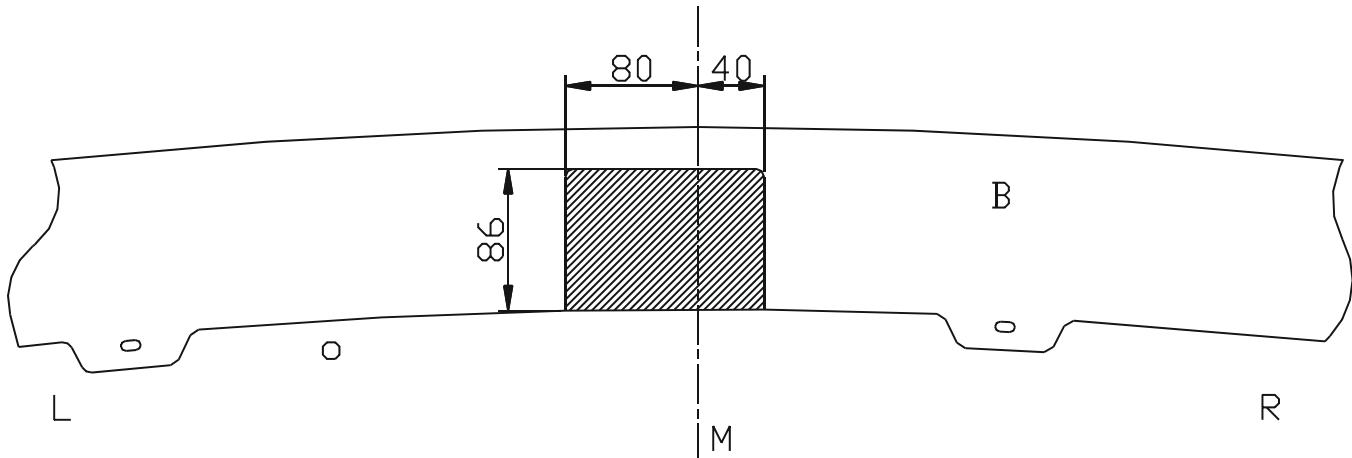

Fig. 1
- 2) Breng in de vrijgekomen openingen achteraan de chassisbalk de draagarmen (1) linksen (2) rechts in de chassisbalken. De punten (A) passen met de voorziene boringen in de onderzijde van de chassisbalk, breng de bouten en rondsels aan en schroef deze handvast.
- 3) Positioneer de trekhaak met de punten (B) en (C) tussen de draagarmen en breng de bouten in, schroef alles degelijk vast (zie aanhaalmomenten).
- 4) Maak onderaan de bumper een insnijding volgens fig.1 en monteer de bumper op het voertuig.
- 2) Insérer les bras porteurs (1) à gauche et (2) à droite dans les espaces dans les poutres du châssis. Les points (A) s'adaptent dans les espaces prévus sur le côté inférieur de la poutre du châssis, insérer les boulons et les rondelles sans serrer.
- 3) Positionner l'attelage avec les points (B) et (C) entre les bras porteurs et insérer les boulons. Bien visser le tout (cfr. couples de serrage).
- 4) Faire une découpe du côté inférieur du pare-chocs selon fig.1 et remonter le pare-chocs sur le véhicule.
- 2) Insert the supporting arms (1) at the right and (2) at the left in the liberated holes at the back of the vehicle in the chassis beams in the back of the vehicle. Points (A) match the provided holes in the bottom of the chassis beam, insert the bolts and the washers without tightening.
- 3) Place the tow bar with points (B) and (C) between the supporting arms and insert the bolts, tighten everything firmly (see tension).
- 4) Make an incision in the bottom of the bumper according to fig.1 and replace the bumper on the vehicle.
- 2) Tragarme (1) links und (2) rechts in die freigewordenen Löcher hinten in den Chassisbalken bringen. Punkte (A) stimmen mit den vorhandenen Bohrungen in der Unterseite vom Chassisbalken überein. Bolzen und Ritzel einbringen ohne anzuspannen.
- 3) Die Anhängekupplung mit den Punkten (B) und (C) zwischen die Tragarme setzen. Bolzen einbringen und alles entsprechend der Drehmomentenvorgabe festziehen.
- 4) Unten in der Stoßstange einen Einschnitt entsprechend Fig. 1 machen und die Stoßstange wieder an das Fahrzeug montieren.